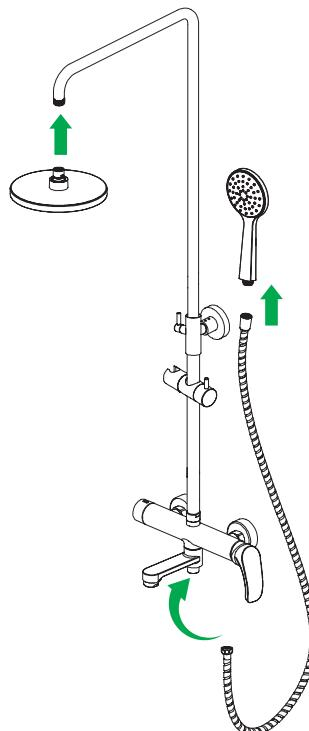

Рис. 2 / 2-сур.
- Отключите систему холодного и горячего водоснабжения. Ввинтите эксцентрические переходники (см. рис. 2) в выходы трубопроводов системы водоснабжения, предварительно уплотнив резьбовую часть изоляционным материалом. Подберите положение эксцентрических переходников, при котором они совпадут и будут соответствовать присоединительному расположению смесителя. При этом положение смесителя должно быть горизонтальным.
- Установите стойку для душа (рис. 2). Отрегулируйте ее, выбрав необходимую высоту для комфортного использования. С помощью входящего в комплект крепежа установите и зафиксируйте верхний держатель стойки. Установите верхнюю душевую насадку.